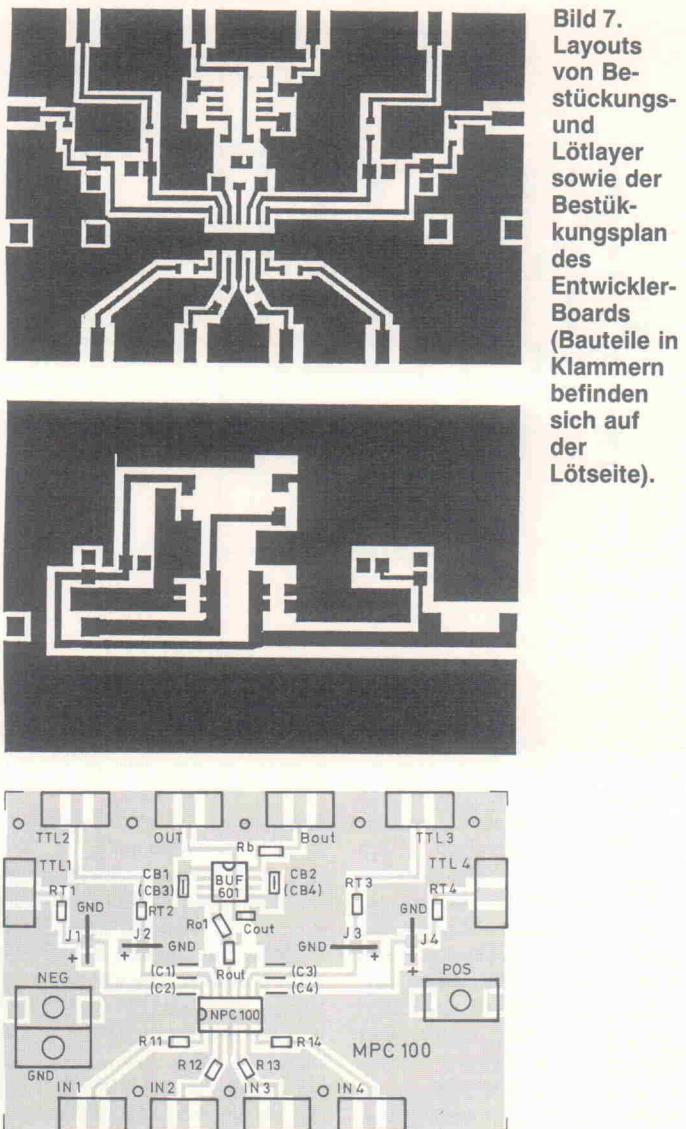

Bild 7. Layouts von Be-stückungs- und Lötfelder sowie der Bestückungsplan des Entwickler-Boards (Bauteile in Klammern befinden sich auf der Lötseite).
Die beiden Layout-Seiten und der Bestückungsdruck gehen aus Bild 7 hervor. Der Preis für das bestückte Demo-Board (Typ DEM-MPC100-1GC, SO-Gehäuse) beträgt 98 DM. Leerplatten DEM-MPC100-26 (SO) oder DEM-MPC100-16 (DIP) kosten jeweils 15 DM.